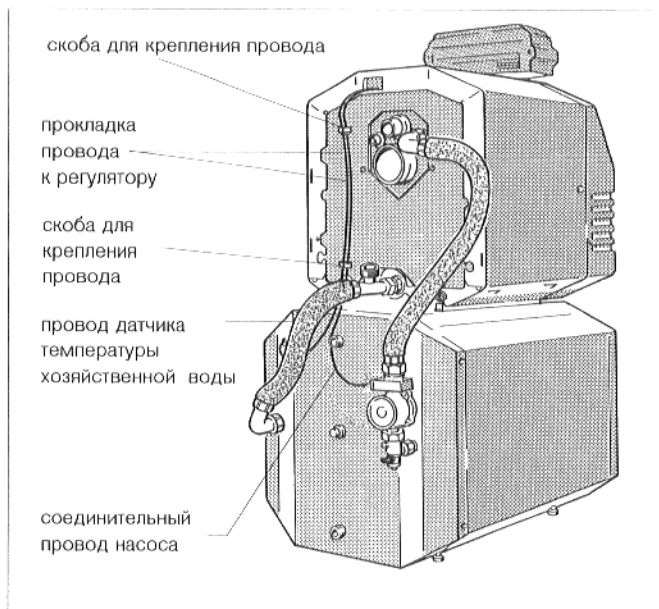

Рис. 14
- Произвести монтаж регулятора (инструктаж по монтажу котла, рис. 14).
Вложить провода в хомут для крепления проводов, находящийся на задней стенке котла (рис. 14).